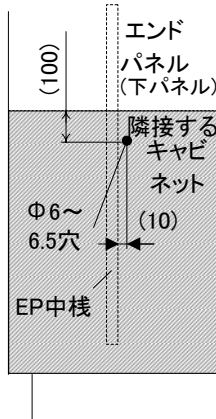

図11-15
- ①隣接するキャビネットで隠れる箇所にφ6～6.5の穴を加工してください。(図11-15)
- ②加工した穴にシリコンで防錆処理を施してください。
- ③加工した穴からネジ(皿タッピンネジ3.5×25)を打って、パネルの反りを矯正してください。